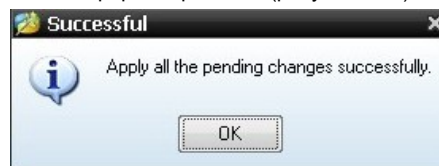

Рисунок 4.11. Сообщение об успешном завершении форматирования
- 8) По окончании процесса появляется диалоговое окно с сообщением об успешном форматировании (рисунок 4.11).